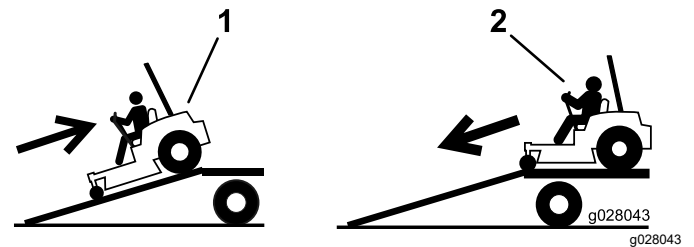

Figura 43
2. Desça a rampa em marcha para a frente (Figura 43).